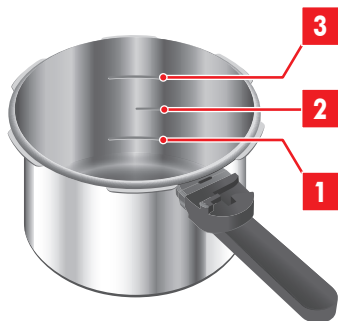

Fig. 9: Overholdelse af påfyldningshøjden
3. Fyld gryden mindst 1/3 med vand (se fig. 9/1). Afhængigt af opskriften kan du også anvende bouillon som væske til madlavning.
5. Fyld fødevarerne i gryden. Sørg for, at gryden er fyldt maksimalt 2/3 (se fig. 9/3).
- Hvis der anvendes næringsmidler, der skummer eller udvider sig kraftigt som f.eks. ris, tørrede grøntsager eller bælgfrugter, må gryden kun fyldes halvt op (se fig. 9/2).